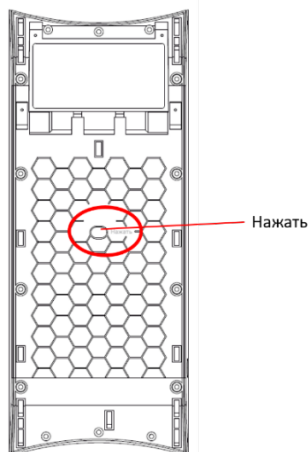

Рисунок 5. Расположение штока на термовыключателе.
При превышении температуры воды свыше +95°С срабатывает термостат с функцией аварийного отключения, экстренно отключающий подачу электропитания. Для возврата прибора в рабочее состояние необходимо нажать до щелчка шток термовыключателя (**Рис.5**), который расположен под защитной крышкой панели управления БКН.
- с помощью плоской отвертки нажать на шток термовыключателя, который располагается внутри отверстия в центральной части панели управления (см. рис. 5);